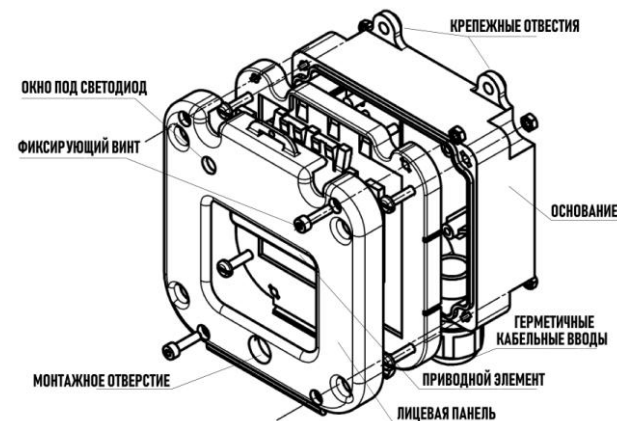

Рис.1. Элементы конструкции устройства
2.4. Конструктивно устройство состоит из пластикового корпуса, основание которого с электронным блоком закрепляется на стене помещения. Затем лицевая панель с приводным элементом шурупами крепится к основанию. Корпус устройства по требованию заказчика может быть оборудован герметичными пластиковыми кабельными вводами для подведения проводников диаметром от 6 до 14мм или от 11 до 18мм, герметичными вводами МКВ (см. таблицу) из нержавеющей стали, предназначенными для различных вариантов прокладки кабеля количеством 2 шт. Элементы конструкции устройства показаны на рис.1.